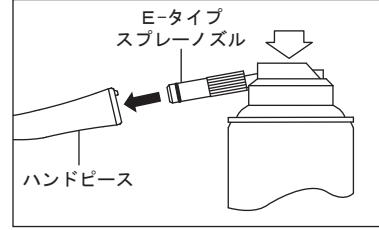

図9
- 2) スプレーノズルをハンドピース後部へ挿し込み、ハンドピースを押さえて、ハンドピース先端よりオイルが出るまで2~3秒のスプレーを2~3回繰り返します。注油は先端から異物等の汚れが出なくなるまで繰り返しています(図9)。
- 3) 最後に、パナスプレー(図9)による注油を行います。